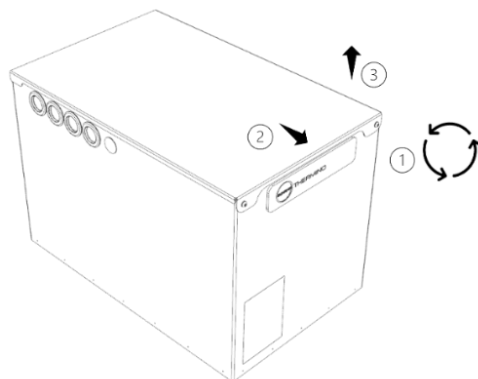

Figura 7 – Rimozione del coperchio della batteria termica Thermino
- Togliere il coperchio. Il coperchio è fissato da 2 viti a testa bombata M5 nella parte anteriore e da due perni di centraggio nella parte posteriore (Figura 7):
- (1) Rimuovere le 2 viti a testa bombata M5 utilizzando una chiave esagonale da 3 mm e metterle da parte.
- (2) Far scorrere il coperchio in avanti, (3) quindi sollevarlo e metterlo da parte.